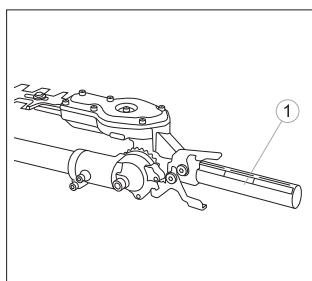

fig. 24
1. Prenez la manivelle, qui se trouve derrière la protection, avec la main droite. Prenez le levier de réglage sur l'ensemble coupant avec la main gauche (fig. 24).